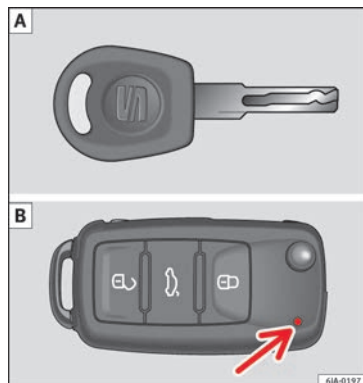
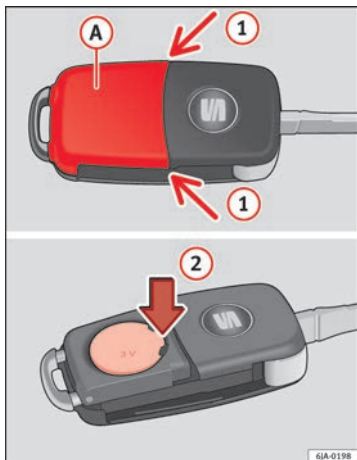

Fig. 36 Chave com comando à distância/Chave sem comando à distância.
Fig. 37 Chave com comando à distância: retirar a tampa/retirar a pilha
Entregam-se sempre duas chaves com o veículo. Dependendo da versão de equipamento, o veículo pode estar equipado com chaves sem comando à distância » **Fig. 36 A**, ou com comando à distância » **Fig. 36 B**.
Cada chave com comando à distância contém uma pilha colocada por baixo da tampa **A** » **Fig. 37**. Se a pilha estiver descarregada, a luz de controlo vermelha » **Fig. 36 B**
- Retire a tampa da pilha pressionando com o polegar ou com a parte plana de uma chave de fendas no sítio indicado pelas setas **1** » **Fig. 37**.